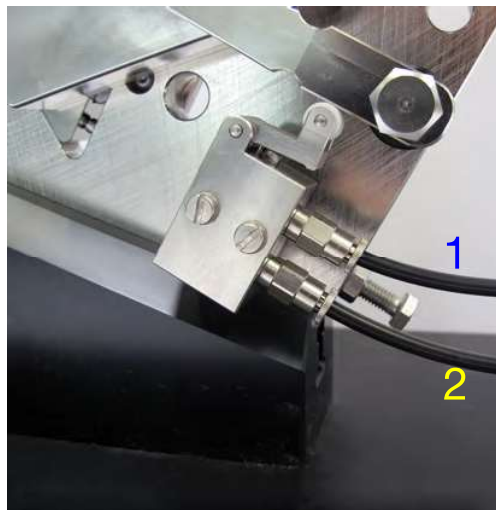

Bild 7-32 Anordnung der Schläuche
- Pneumatikschläuche einstecken. Dabei Anordnung der Schläuche in Bild 7-32 beachten.